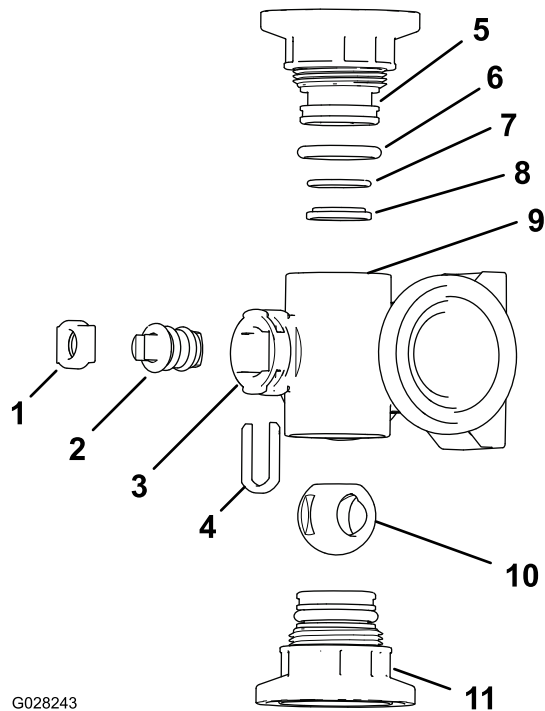
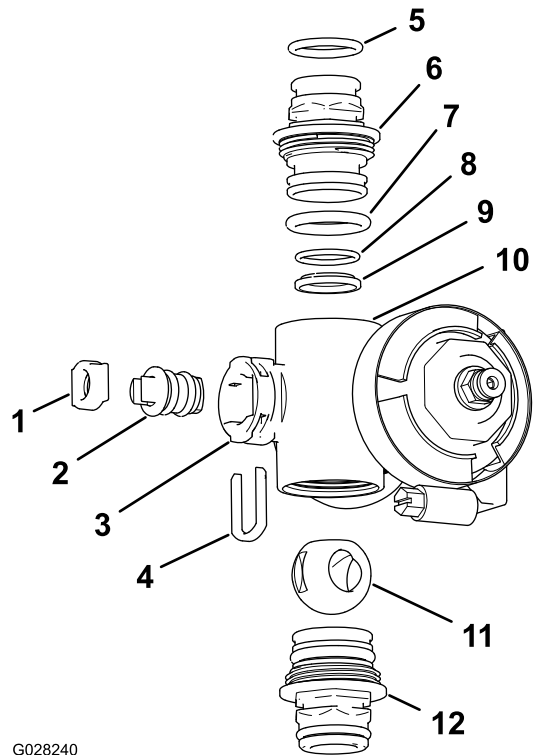

Bild 129
Bild 130
2. Nehmen Sie die zwei Endkappen-Anschlussstücke von jedem Ende des Verteilergehäuses ab (**Bild 129** und **Bild 130**).
4. Nehmen Sie den Schafthalter aus den Schlitzen im Schaftanschluss im Verteiler heraus (**Bild 129** und **Bild 130**).
5. Nehmen Sie den Schafthalter und den Ventilschaftsockel aus dem Verteiler heraus (**Bild 129** und **Bild 130**).
6. Fassen Sie in das Verteilergehäuse und nehmen Sie den Ventilschaft heraus (**Bild 129** und **Bild 130**).
1. Überprüfen Sie den Zustand der O-Ringe des Auslaufanschlusstücks (nur Abschnittventilverteiler), der Endkappen-O-Ringe, der hinteren O-Ringe und den Kugelsockel auf Beschädigungen oder Abnutzung (Bild 129 und Bild 130).
2. Tragen Sie Silikonfett auf den Ventilschaft auf und setzen ihn in den Ventilschaftsockel (Bild 129 und Bild 130) ein.
3. Setzen Sie den Ventilschaft und den Sockel in den Verteiler und befestigen Sie den Schaft und den Sockel mit dem Schafthalter (Bild 129 und Bild 130).
4. Stellen Sie sicher, dass die hinteren O-Ringe und der Kugelsockel ausgefluchtet sind und im Endkappen-Anschlussstück sitzen (Bild 129 und Bild 130).
5. Bringen Sie das Endkappen-Anschlussstück am Verteilergehäuse an, bis der Flansch des Endkappen-Anschlussstücks das Verteilergehäuse berührt, drehen Sie dann das Endkappen-Anschlussstück um eine weitere Achtel- bis Viertelumdrehung (Bild 129 und Bild 130).